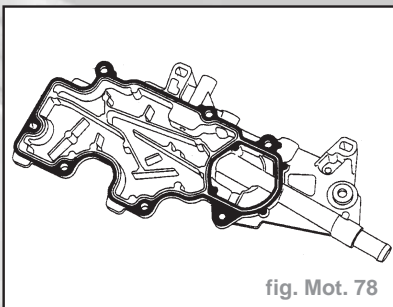

fig. Mot. 78
- Appliquer, à l'aide d'un rouleau (à crépi), de la **Loctite 518** sur le plan de joint du couvre-culasse jusqu'à ce que celui-ci soit rougeâtre (fig. Mot. 78).